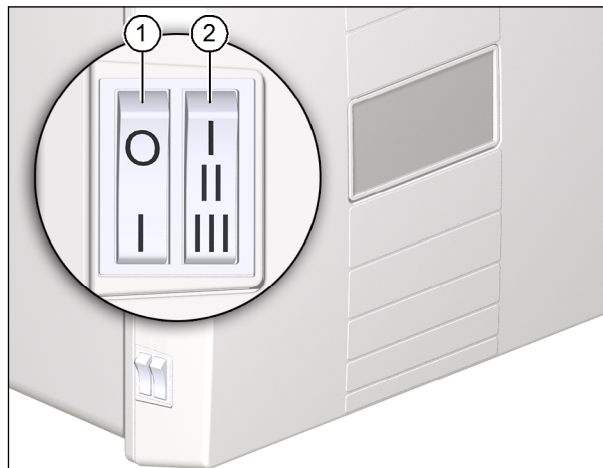

Abb. 10: Bedienungselemente am Lüftungsgerät
- ▶ Schalten Sie das Lüftungsgerät am Netzschalter (Pos. 1 in Abb. 10 auf Seite 16) ein.
Mit dem Stufenschalter (Pos. 2 in Abb. 10 auf Seite 16) für drei Leistungsstufen und eine zeitlich begrenzte Intensivlüftungsstufe können Sie die gewünschte Luftleistung wählen.